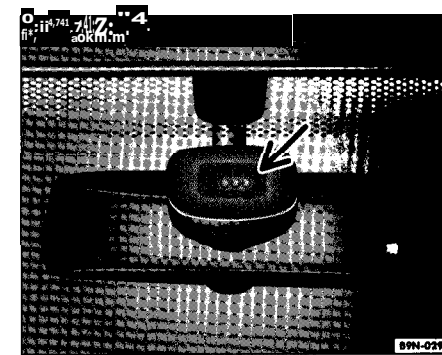

Fig. 47 Schéma de principe : surface sensible du détecteur de pluie
Des diodes électroluminescentes logées dans le détecteur de pluie émettent une lumière infrarouge non visible qui est réfléchiée par la surface extérieure du pare-brise et mesurée par des photodiodes = fig. 47 (flèche). Si la lumière retourne à la photodiode sans pertes, le pare-brise est sec. Une pellicule d'eau ou la présence de gouttes sur la glace réfractent la lumière émise. La photodiode mesure alors une perte de lumière et active le dispositif électronique de l'essuie-glace. Comme ces mesures sont effectuées en permanence, le dispositif électronique peut gérer les intervalles de balayage de façon optimale.
- Balais d'essuie-glace endommagés - En présence d'un **film** d'eau ou de traces de balayage laissées par des balais d'essuie-glace endommagés sur la surface sensible du détecteur de pluie fig. 47 (flèche), la durée d'enclenchement risque d'être augmentée, les intervalles de balayage peuvent être fortement réduits ou l'essuie-glace peut passer en mode de balayage rapide et continu.
- Insectes - Les insectes qui s'ecrasent sur la surface sensible page 71, fig. 47 du detecteur de pluie declenchent l'essuie-glace.
- Saletes - La presence de poussiere seche, de cire, de revetements de glace (effet lotus) ou de residus de produits de lavage (apres passage dans une installation de lavage automatique) sur la surface sensible page 71, fig. 47 peut faire que le detecteur de pluie a tendance a devenir moins sensible ou reagir trop tardou trop lentement.
page 71, fig. 47 declenche un cycle de balayage lorsque le detecteur de pluie est active. Le detecteur de pluie reconnait ensuite la diminution de la surface sensible et s'y adapte. Le comportement de declenchement du capteur est fonction de la violence de l'impact.